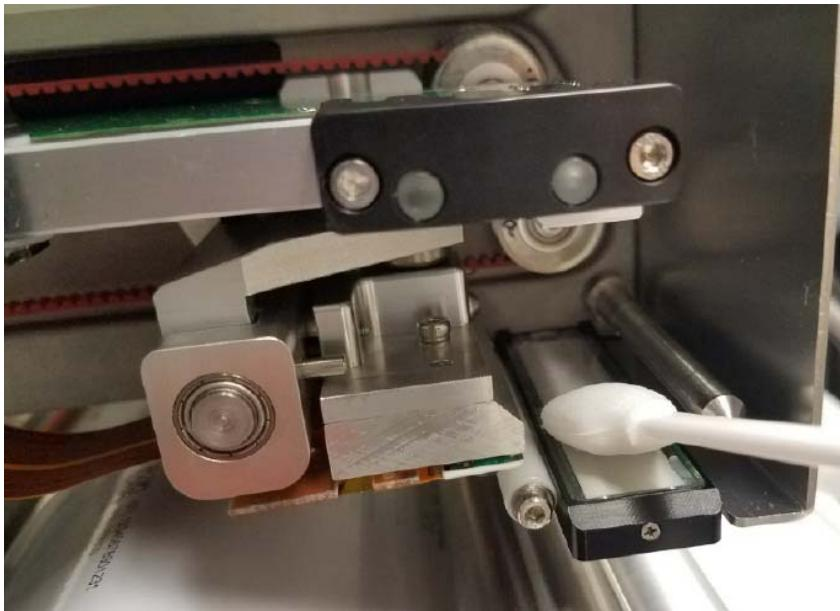

Рисунок 7-2: Очистка крышки светового блока
5. Очистите крышку светового блока (Рисунок 7-2) возвратно-поступательными движениями при помощи ватных палочек или влажных салфеток, поставляемых вместе с принтером. Набор для чистки Videojet содержит одобренные производителем влажные салфетки или ватные палочки.